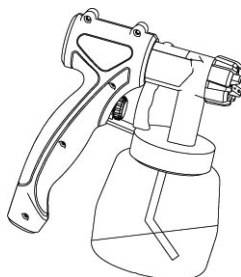

FIGURA 9.3
- Trabalhos em objetos colocados na horizontal: ajuste o tubo de alimentação para frente (ver Figura 9.3);